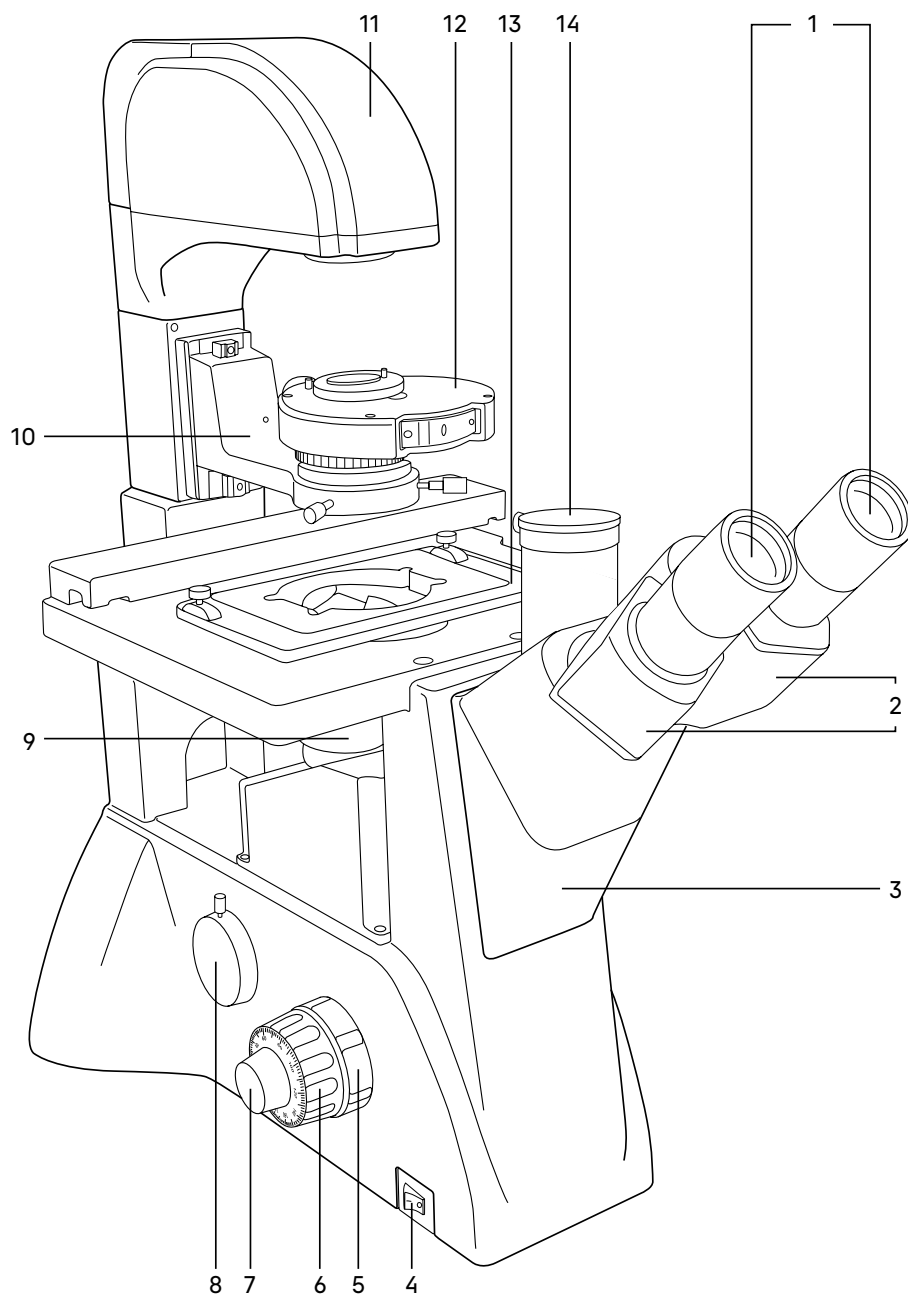
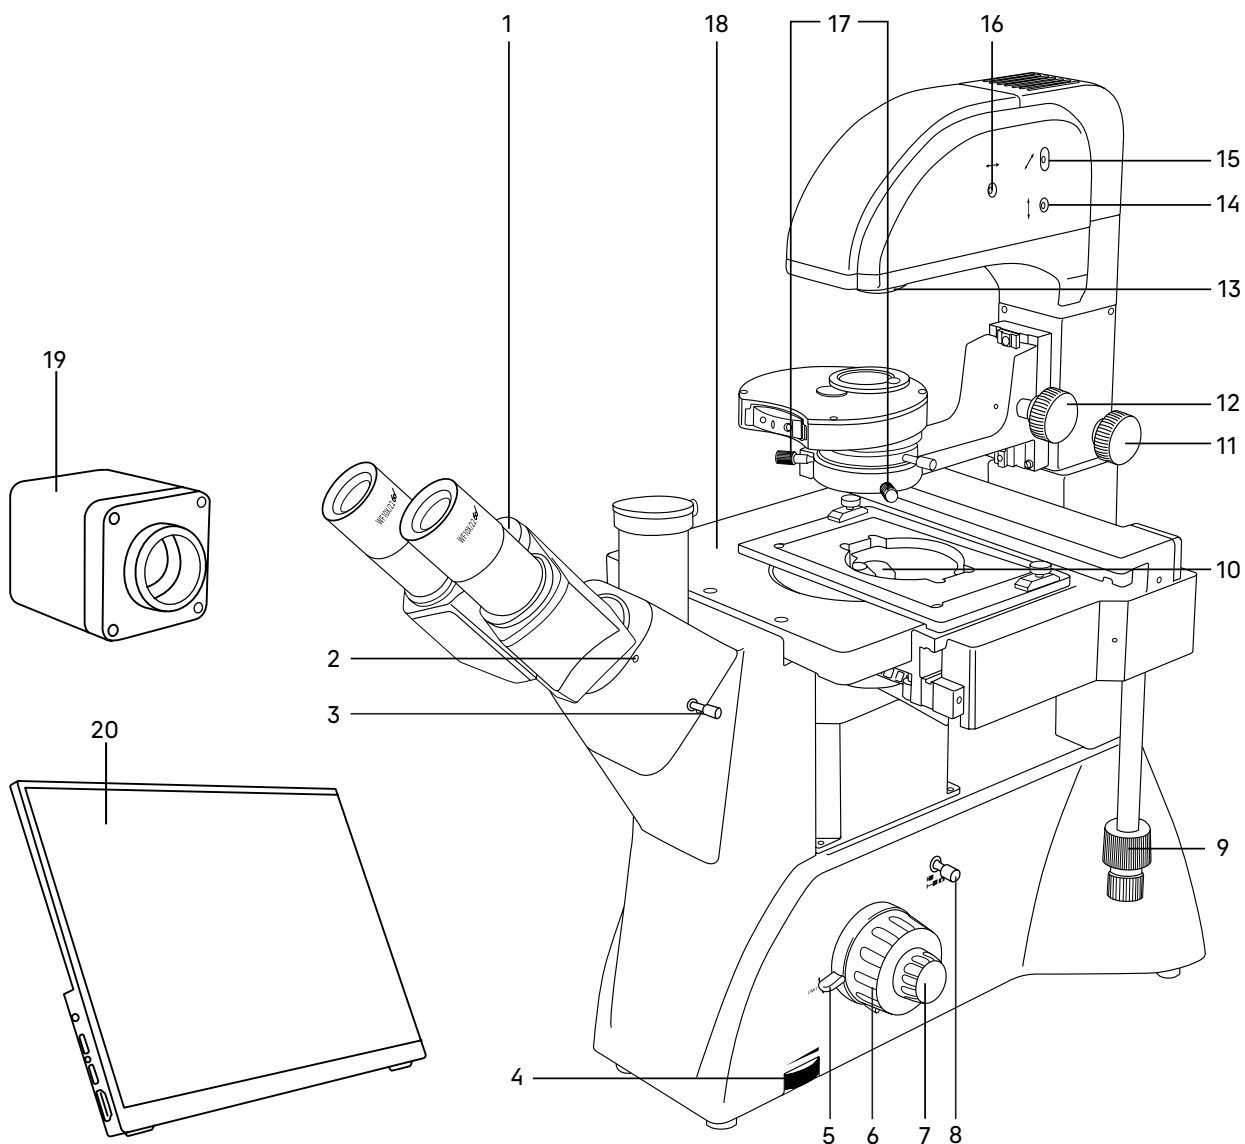

Рис. 1. Микроскоп MAGUS Bio VD350 LCD. Вид слева
Рис. 2. Микроскоп MAGUS Bio VD350 LCD. Вид справа
Общий вид микроскопа представлен на рис. 1 и 2.
На штативе 3 (рис. 1) микроскопа закреплены:
- револьвер 9 (рис. 1) с объективами;
- предметный столик 18 (рис. 2);
- кронштейн конденсора 10 (рис. 1);
- осветитель 11 (рис. 1);
- визуальная насадка 2 (рис. 1).
На левой боковой поверхности штатива расположен выключатель 4 (рис. 1) сетевого напряжения. В положении «—» включается, а в положении «0» выключается сетевое напряжение.
На правой боковой поверхности штатива расположен диск 4 (рис. 2) для регулировки напряжения питания источника света.
На левой боковой поверхности штатива расположен канал визуализации 8 (рис. 1) для установки камеры. Микроскоп укомплектован адаптером C-mount 1x, который устанавливается в этот канал и закрепляется в нем винтом. На адаптер устанавливается камера. Камера служит для вывода изображения на экран компьютера или монитор/телевизор.
Фокусировка на объект осуществляется перемещением по высоте револьверного устройства с объективами. Грубая фокусировка производится вращением коаксиальных рукояток 6 (рис. 1, 2), расположенных по обеим сторонам штатива.
Тонкая фокусировка производится вращением рукояток 7 (рис. 1, 2), расположенных по обеим сторонам штатива. Тонкая фокусировка требуется для более точного фокусирования на объект и для подфокусировки микроскопа на резкость изображения при смене объективов и препаратов.
Механизм регулировки жесткости хода грубой фокусировки 5 (рис. 1) – кольцо между штативом и рукояткой грубой фокусировки с левой стороны. С помощью кольца регулируется жесткость хода грубой фокусировки так, чтобы жесткость была комфортной для пользователя, но при этом револьвер с объективами не опускался самопроизвольно во время работы.
Рукоятка блокировки грубой фокусировки 5 (рис. 2) расположена с правой стороны. После завершения грубой фокусировки рекомендуется перевести рычаг в крайнее положение в направлении по часовой стрелке. Таким образом закрепится положение грубой фокусировки для быстрой рефокусировки после смены препарата. Цена деления тонкой фокусировки – 2 мкм.
Тринокулярная визуальная насадка обеспечивает визуальное наблюдение изображения объекта. Насадка закреплена на штативе 3 (рис. 1). В гнездо насадки устанавливается блок окулярных тубусов и закрепляется винтом. При установке повернуть тубусы 2 (рис. 1) вверх или вниз для удобства наблюдения в зависимости от роста пользователя.
Изменение межзрачкового расстояния в насадке осуществляется разворотом окулярных тубусов 2 (рис. 1) в пределах 48–75 мм. Значение расстояния, установленного в соответствии с глазной базой наблюдателя, отсчитывается по шкале 1 (рис. 2) на насадке.
В вертикальный тубус 14 (рис. 1) корпуса визуальной насадки (канал визуализации) с помощью переходника C-mount устанавливается система визуализации с монитором. Переключение светового потока на вертикальный тубус производится рукояткой 3 (рис. 2). Рукоятка имеет два положения: 100/0 и 50/50.
В комплект микроскопа входят окуляры 1 (рис. 1). Окуляры имеют высокое положение выходного зрачка и предназначены для работы как в очках, так и без них.
Револьверное устройство 9 (рис. 1) обеспечивает установку пяти объективов. Смена объективов производится вращением револьверного устройства за конусную рифленую поверхность до фиксированного положения.
Объективы 10 (рис. 2) рассчитаны на механическую длину тубуса «бесконечность». Парфокальная высота объективов составляет 45 мм, линейное поле зрения в плоскости изображения – 22 мм. Объективы длиннофокусные, рассчитаны на посуду с толщиной дна 1,2 мм.
Осветитель 11 (рис. 1) неподвижно закреплен на штативе микроскопа. Источник света – галогенная лампа 12 В/30 Вт юстируется относительно оптической оси и линзы коллектора тремя винтами 14, 15, 16 (рис. 2). В осветителе закреплен коллектор с полевой диафрагмой, которая регулируется в зависимости от увеличения объектива, введенного в оптическую ось.
Важная часть осветительной системы – конденсорное устройство. Кронштейн конденсора 10 (рис. 1) закреплен на штативе. Перемещение осуществляется ручкой 12 (рис. 2). В кронштейн установлено конденсорное устройство 12 (рис. 1). Тип крепления «под винт». Конденсор может быть использован для наблюдения по методу светлого поля и фазового контраста. Во вращающемся диске находятся кольцевые диафрагмы для работы с фазовыми объективами 10x, 20x, 40x и свободное отверстие для пропускания всего пучка света. Смена кольцевых диафрагм производится вращением диска за накатанную часть до фиксации. В окне кожуха конденсора появляется цифра, соответствующая увеличению применяемого фазового объектива, цифра «0» соответствует свободному отверстию. Под вращающимся диском расположена ирисовая диафрагма, которая позволяет настроить определенную апертуру для работы с объективами светлого поля. Для достижения большей контрастности можно воспользоваться светофильтрами, входящими в комплект микроскопа. Светофильтры устанавливаются в откидную оправу конденсора.
Центрировка конденсора в оптической оси осуществляется винтами 17 (рис. 2). При работе с высокой посудой конденсорное устройство можно вывести из оптической оси. Ручка 11 (рис. 2) служит для фиксации устройства.
Предметный столик 18 (рис. 2) закреплен неподвижно на штативе. К столику прикреплено устройство, которое обеспечивает перемещение объекта в двух взаимно перпендикулярных направлениях. Перемещение осуществляется с помощью рукояток 9 (рис. 2), расположенных на одной оси.